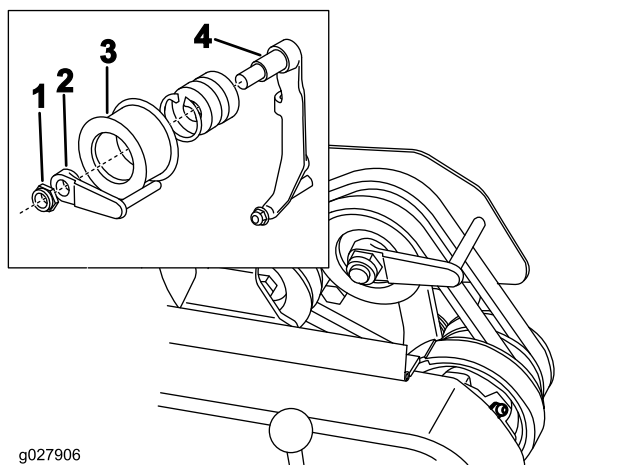

图41
8. 要在不启动发动机的情况下更容易推拉机器应按照以下所示的方法调节皮带导轨 图41 插入件